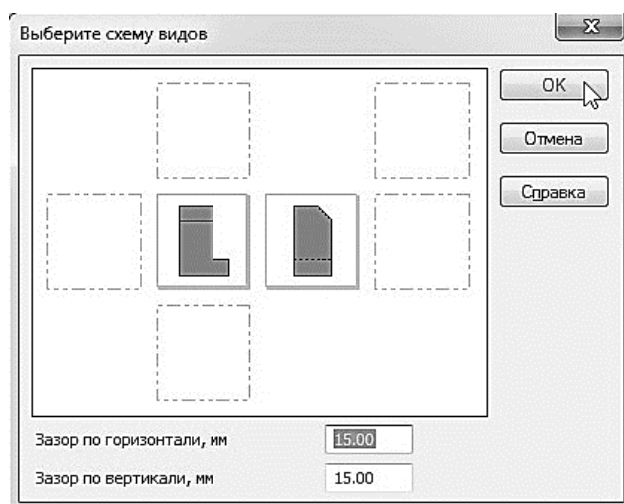

Рис. 49. Диалоговое окно выбора схемы видов
- **Схема видов** – в появившемся диалоговом окне откажитесь от создания вида снизу (щелкните левой кнопкой мыши по виду, от которого надо отказаться (рис. 49));